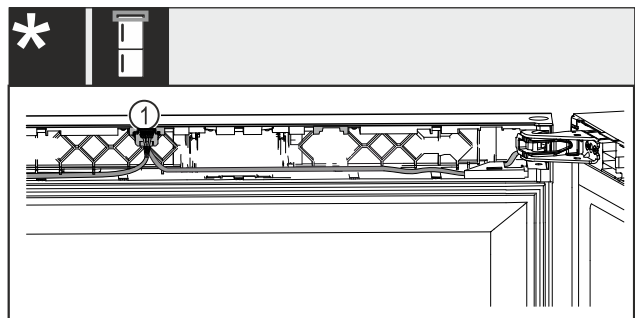

Fig. 64 Kombinált borhűtő-fagyasztókészülékek*
- ▶ Pattintsa be a dugót Fig. 64 (1) a vezetősínbe.* Minden készülékhez: